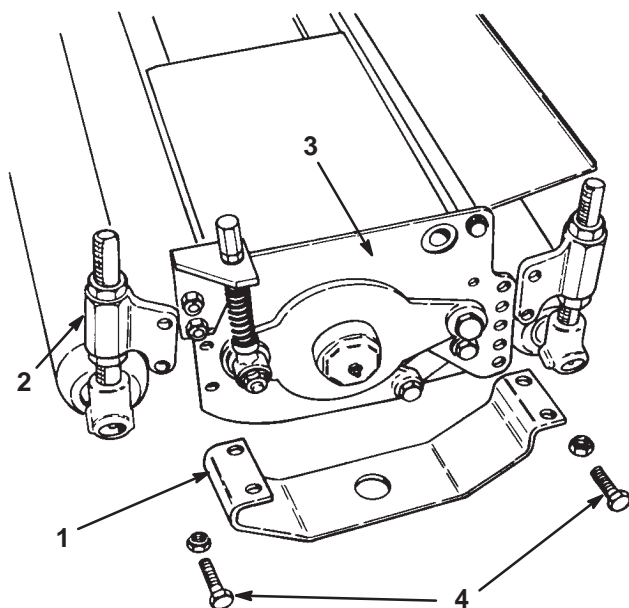
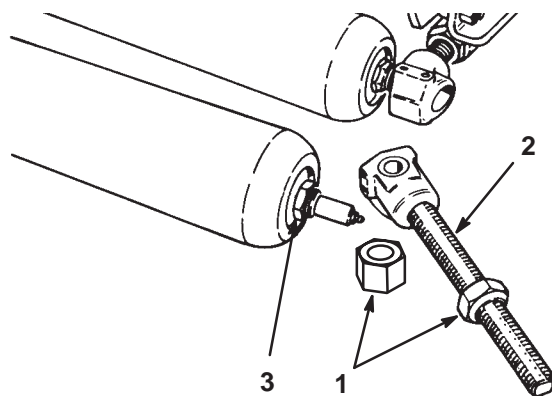

Fig. 33
Fig. 34
1. Ta bort de fästelement som säkrar fästet och rullarnas justeringsdelar i sidoplåten (fig. 33) eller skruva loss den övre koniska muttern och ta ut den gängade staven (fig. 34).
2. Den gängade staven och flänsen kan tas bort från rullen genom att du skjuter av dem från axeln i bägge ändar (fig. 34).
Viktigt När du ska sätta i en ny rulle i klippenheten, monterar du rullen så att låsmuttern för rullens axel sitter på höger sida av klippenheten (fig. 34) (förarens högra sida då han eller hon sitter på förarplatsen). Detta förhindrar att låsmuttern lossnar under drift.